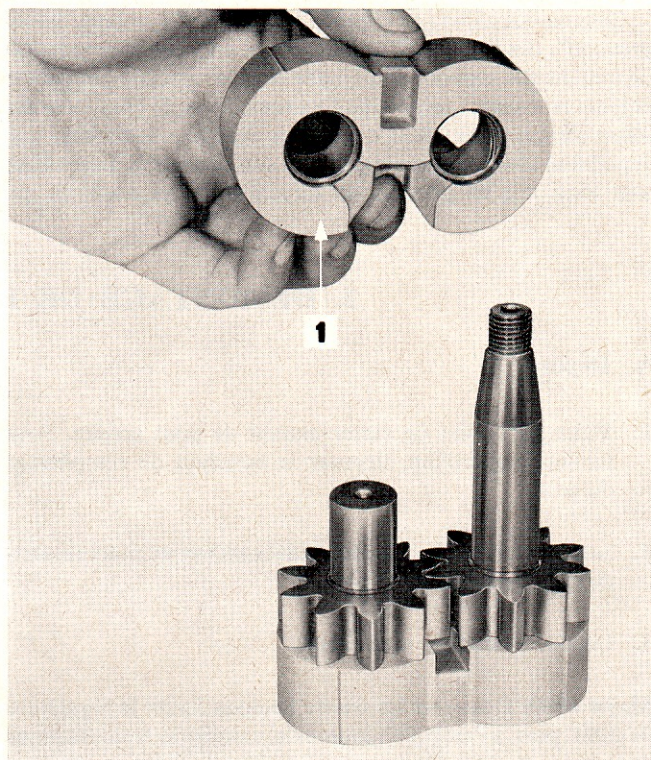

Figure 97: Montage des pignons sur leurs paliers
2. Monter l'extrémité côté accouplement du pignon entraîné dans l'alésage gauche du palier arrière (Figure 97) .
3. Placer le palier avant sur les pignons, la gorge profonde du même côté que celle du palier arrière, (Figure 97).